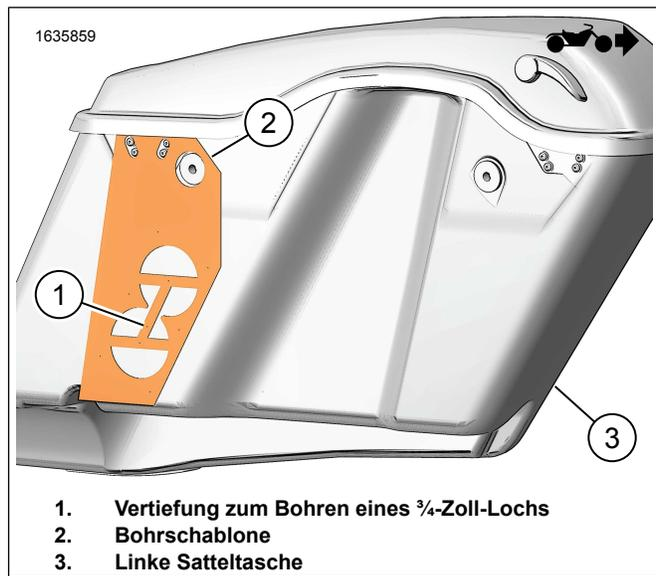
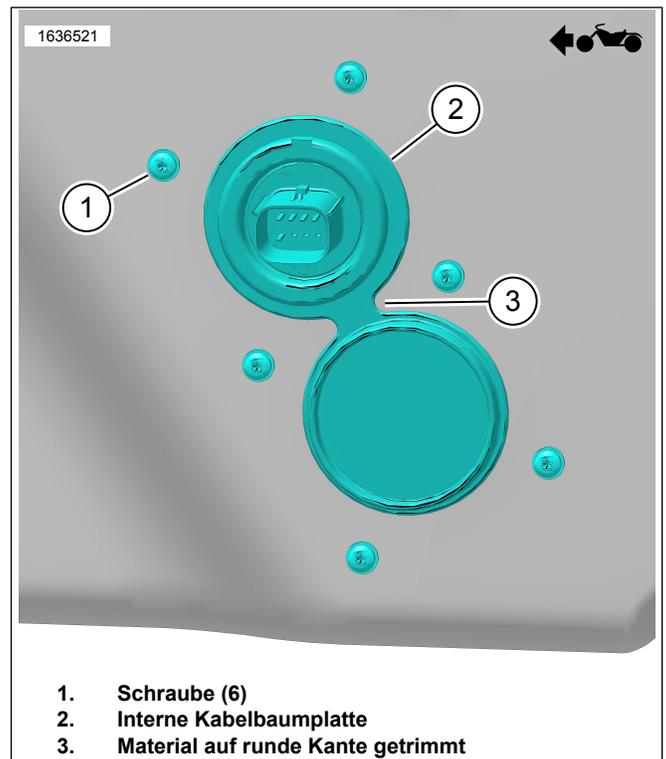

Abbildung 3. Linke Satteltasche
Abbildung 7. Interne Kabelbaumplatte
4. Siehe Abbildung 3. Bohrschablone (2) an linker Satteltasche (3) positionieren.
5. Linke Satteltasche (3) modifizieren.
- a. Bohrlochlagen (1) auf Vorlage mit Zentrierkörner ankönnen.
6. Siehe Abbildung 7. Die innere Kabelbaumplatte (2) anbringen.